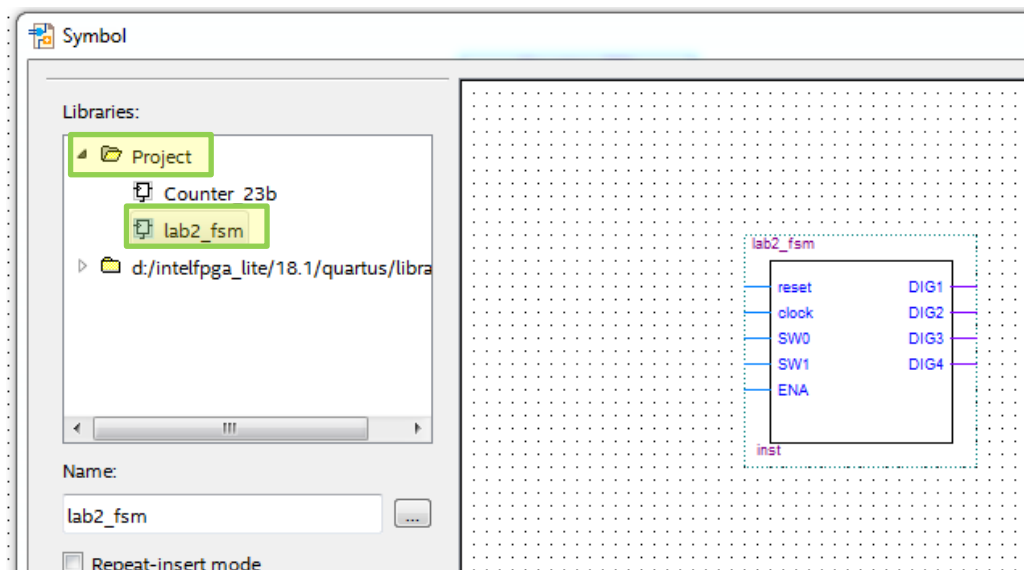
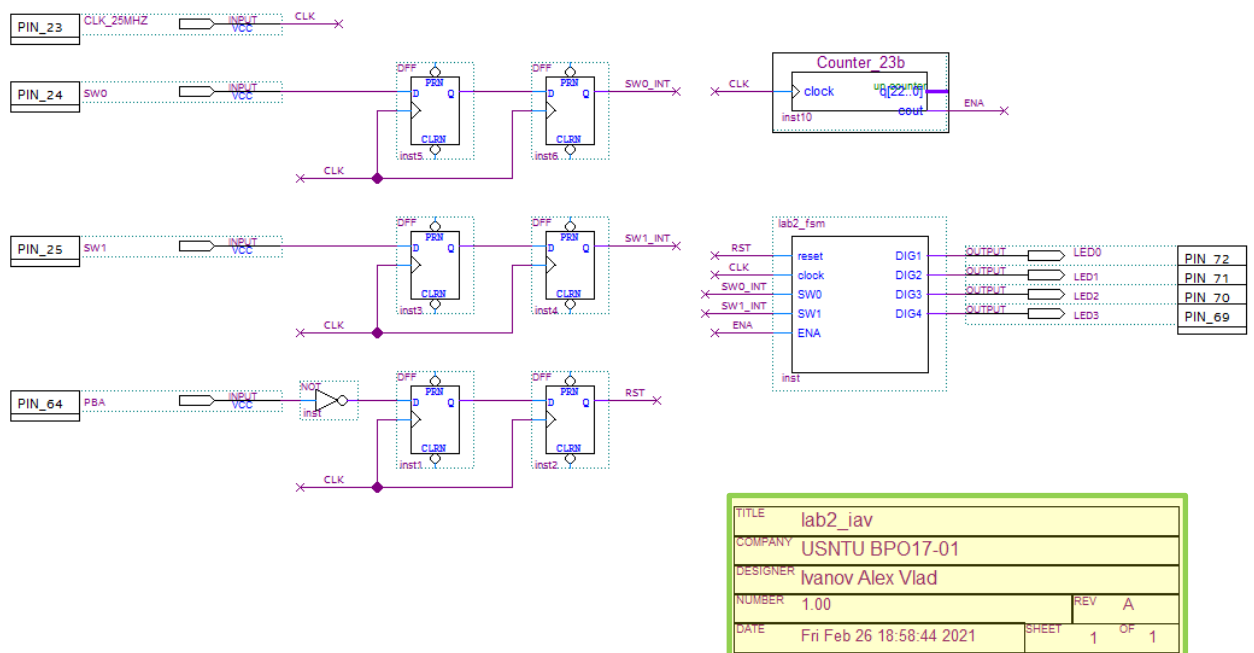

Рис. 20 Символ созданного автомата в библиотеке проекта
Рис. 22 Схема проекта lab2_iav
Будет создан графический символ для созданного автомата, который будет использоваться в качестве компонента для схемы проекта (рис. 20).
4.3. Нарисуйте схему проекта (рис. 22). Инструменты для создания схемы и работа с ними описаны в документе «Практическое занятие 1_v1». Доступ к созданным экземплярам компонентов из **IP_catalog**—а осуществляется через автоматически создаваемую папку **Project** в библиотеке элементов (рис. 20). Выбирайте верхний регистр при именовании сигнала для лучшей читаемости схемы.